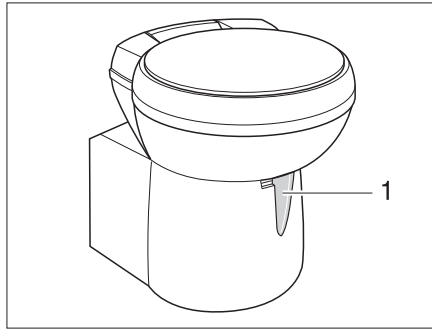

Bild 144 Thetford-Toilettenschüssel, schwenkbar
- Vor dem Spülen den Schieber der Thetford-Toilette öffnen. Dazu den Schieberhebel (Bild 144,1) entgegen dem Uhrzeigersinn schieben.